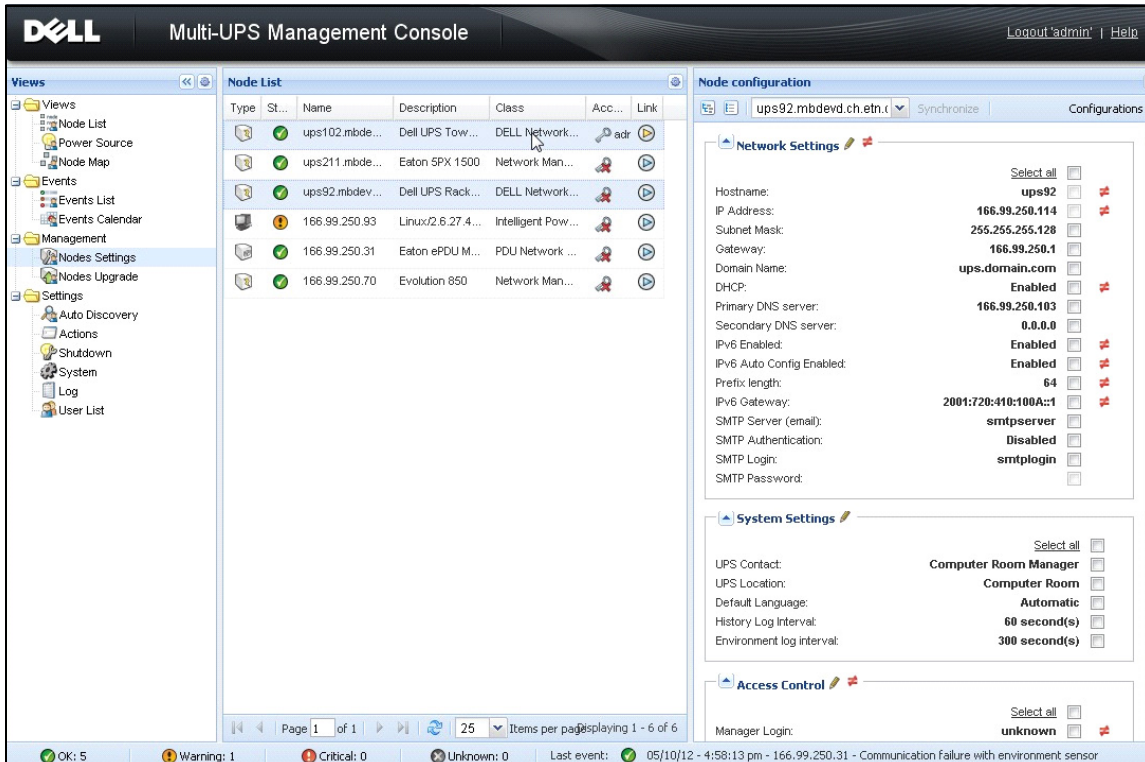

Abbildung 57. NMK-Massenkonfiguration
- 1 Wählen Sie unter **Management > Nodes Settings** (Verwaltung > Knoteneinstellungen) mehrere Karten auf der Seite „Node List“ (Knotenliste) per Strg-Taste und Klick aus (siehe Abbildung 57).